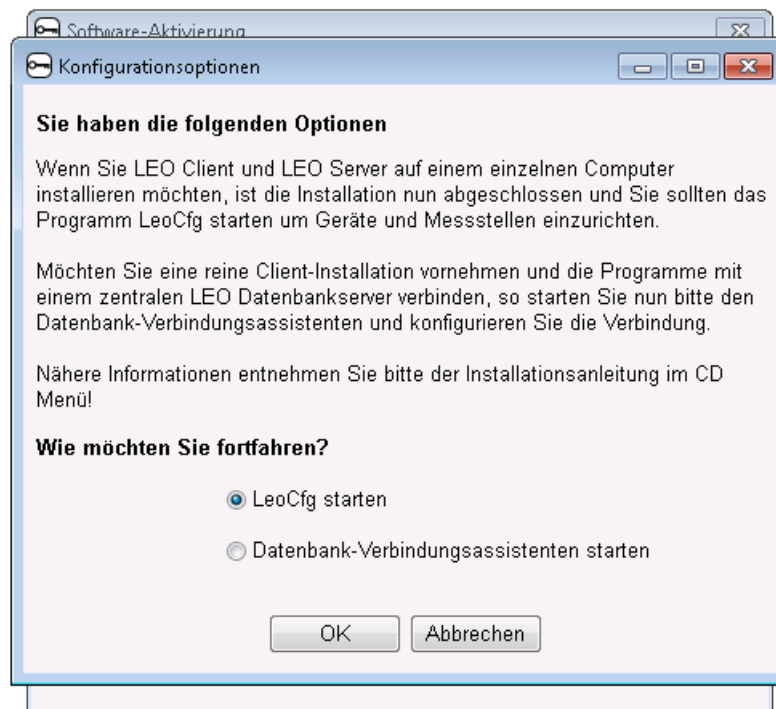

Abbildung 3.7: Konfigurationsoption
2. Erscheint eine Nachfrage wie in Abbildung 3.7 auf Seite 29, wählen Sie **LeoCfg starten**.